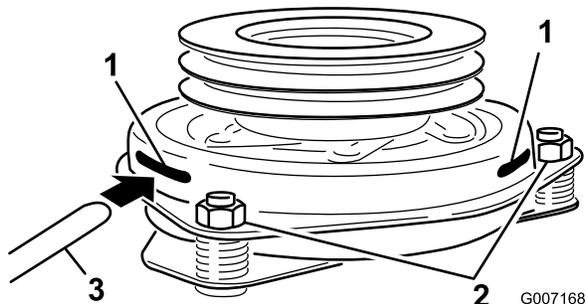

Figura 56
9. Introduzca una galga de 0,381–0,533 mm por una ranura de inspección en el lateral del conjunto. Asegúrese de ubicarla entre las superficies de fricción del rotor y el inducido (Figura 56).
10. Apriete las contratuercas hasta fijar ligeramente la galga pero dejando que ésta se pueda mover con facilidad en la separación (Figura 56).